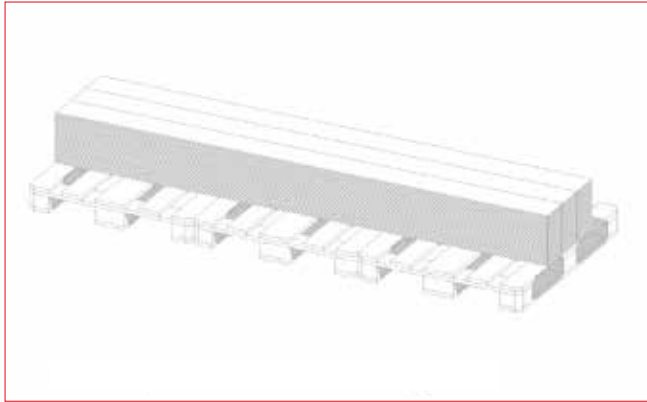

fig.4 - Opbevares vandret på en plan overflade
- Før konditionering skal Lap planker opbevares vandret på plane paller eller på en plan overflade i et tørt og beskyttet område (se fig. 4)